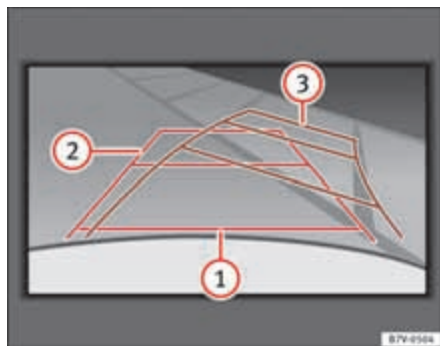

Fig. 147 Pantalla: líneas de orientación del espacio para aparcar detrás del vehículo.
Significado de las líneas de orientación proyectadas en la pantalla ⇒ fig. 147. Todas las longitudes de las líneas de orientación toman como referencia a un vehículo situado sobre una superficie horizontal.
- Dé marcha atrás lentamente y gire el volante de modo que las líneas amarillas de orientación le guíen hasta el hueco ⇒ fig. 147 ③.